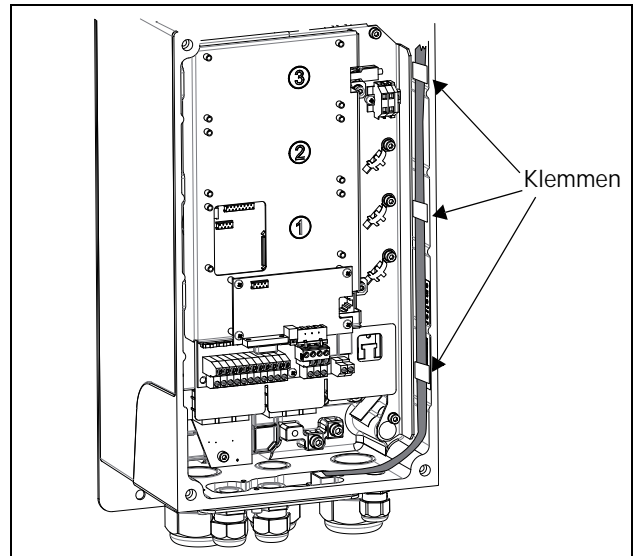
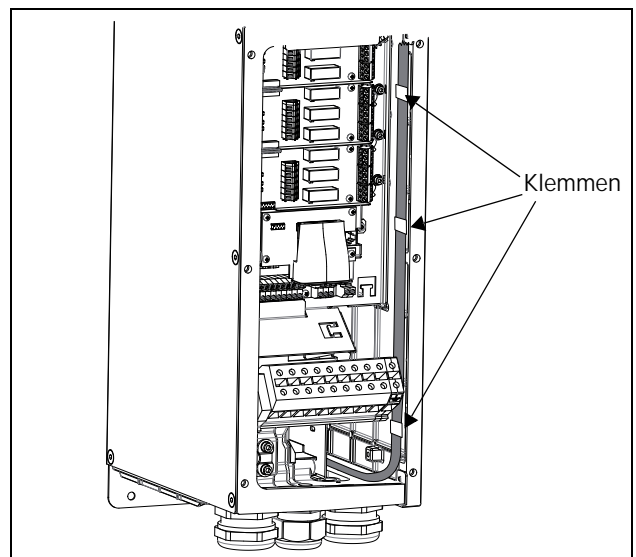
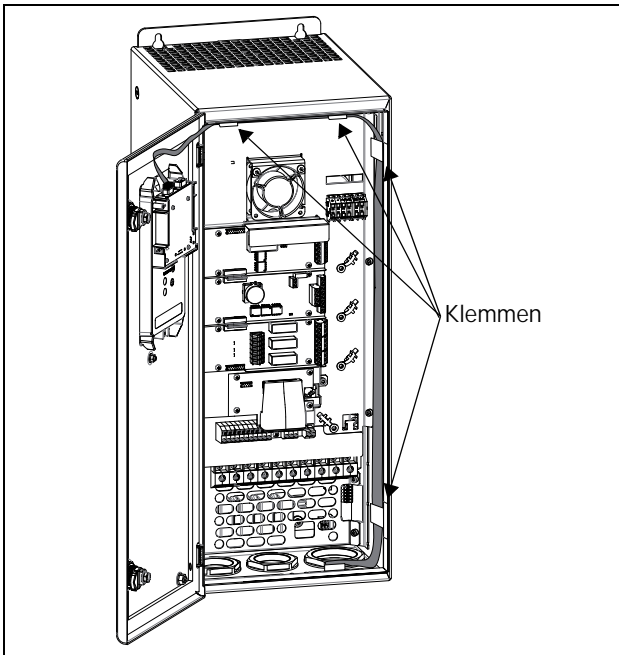

Abb. 5 So wird für Baugröße B das Flachbandkabel angebracht und mit den Halteklemmen abgesichert.
Abb. 6 So wird für Baugröße C das Flachbandkabel angebracht und mit den Halteklemmen abgesichert.
Abb. 7 So wird für Baugröße D das Flachbandkabel angebracht und mit den Halteklammern abgesichert.
7. Führen Sie das Flachbandkabel an der linken Innenseite des FU entlang. Die Kabelklemmen werden ebenfalls an rechten Innenseite befestigt, siehe Abb. 5, Abb. 6, Abb. 7 oder Abb. 8.